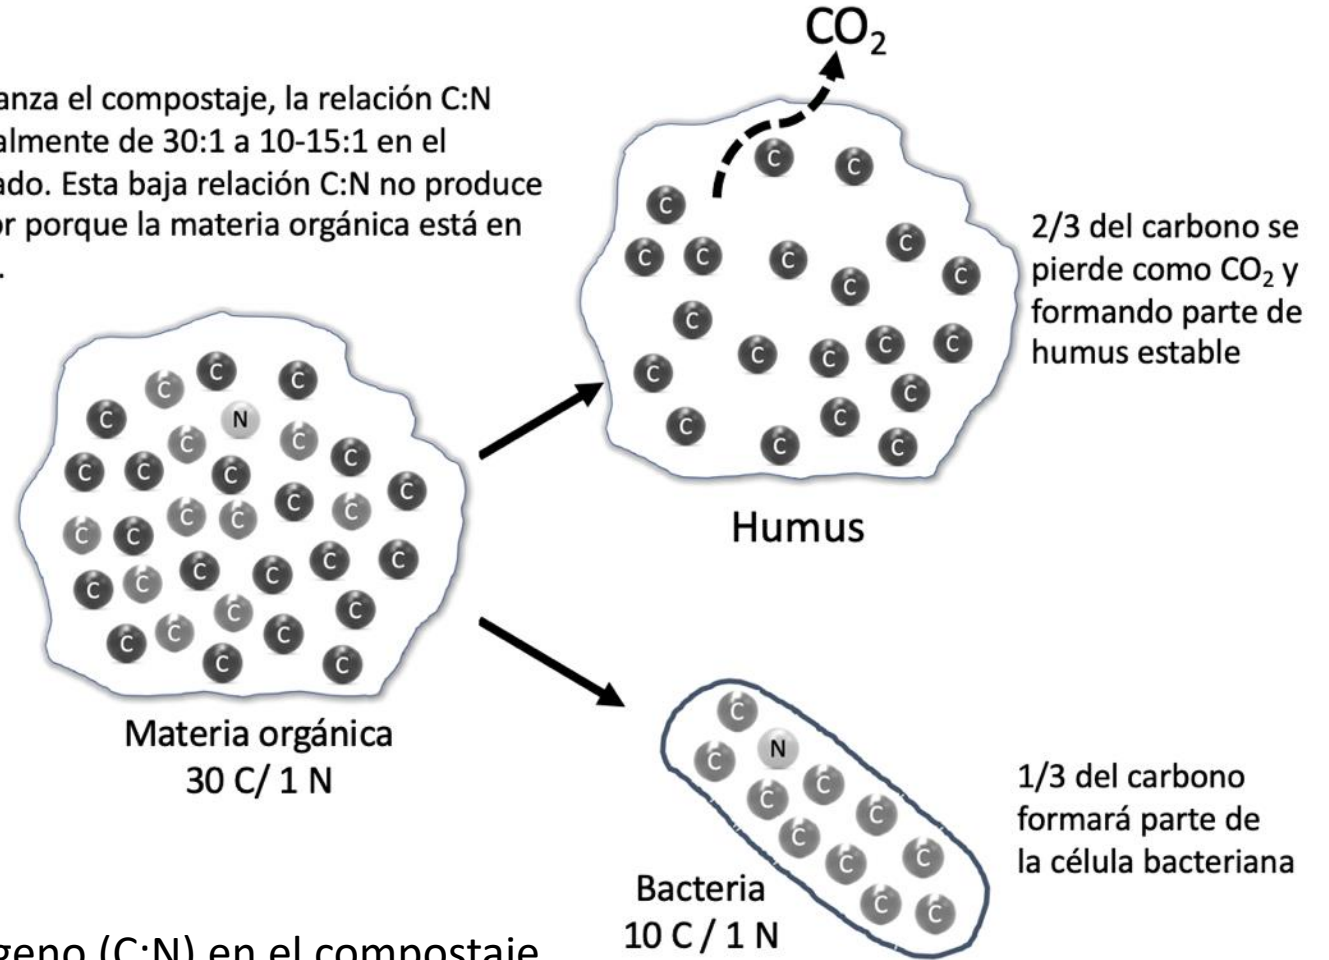

Figura n.1. Esquema de la relación ideal carbono y nitrógeno (C:N) en el compostaje.
- Debido a que la relación C:N en el interior de la célula microbiana es alrededor de 10:1 y la eficiencia en asimilar ese carbono del material orgánico es solo 1/3. Los otros 2/3 del carbono se oxidan como gas dióxido de carbono para obtener energía y se libera a la atmósfera (Figura n.1).